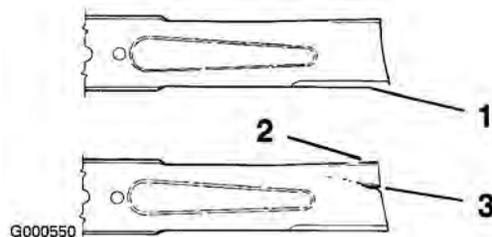

Figura 39
1. Inspeccione los filos de corte (Figura 39). Si los bordes no están afilados o tienen mellas,
2. Inspeccione las cuchillas, especialmente la parte curva (Figura 39). Si observa daños, desgaste o la formación de una ranura en esta zona (elemento 3 en la Figura 39), instale inmediatamente una cuchilla nueva.